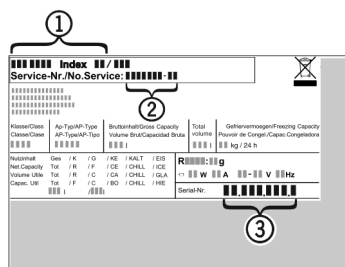

Fig. 13
- Z nazivne ploščice odčitajte oznako aparata Fig. 13 (1), servisno št. Fig. 13 (2) in serijsko št. Fig. 13 (3). Nazivna ploščica se nahaja na levi strani notranjosti aparata.
- Obvestite servisno službo in jim povejte, za kakšno napako gre, povejte pa tudi oznako aparata Fig. 13 (1), servisno št. Fig. 13 (2) in serijsko št. Fig. 13 (3).